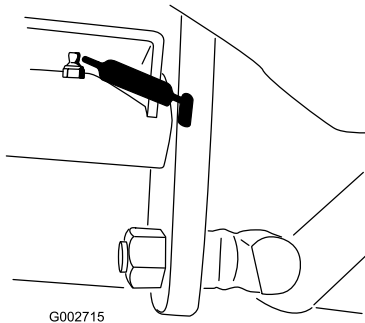

Figura 20
- Articulação do pedal de tração (1) (Figura 20)